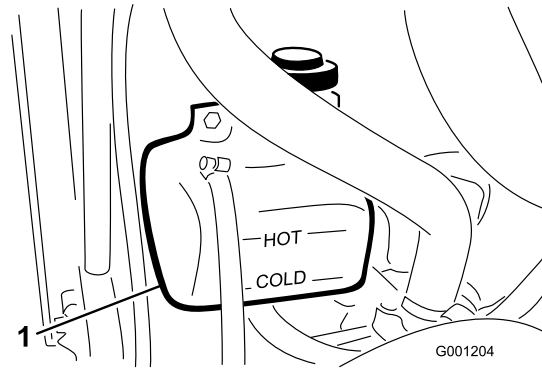

Figura 73
1. Compruebe el nivel de refrigerante en el depósito de expansión (Figura 73).